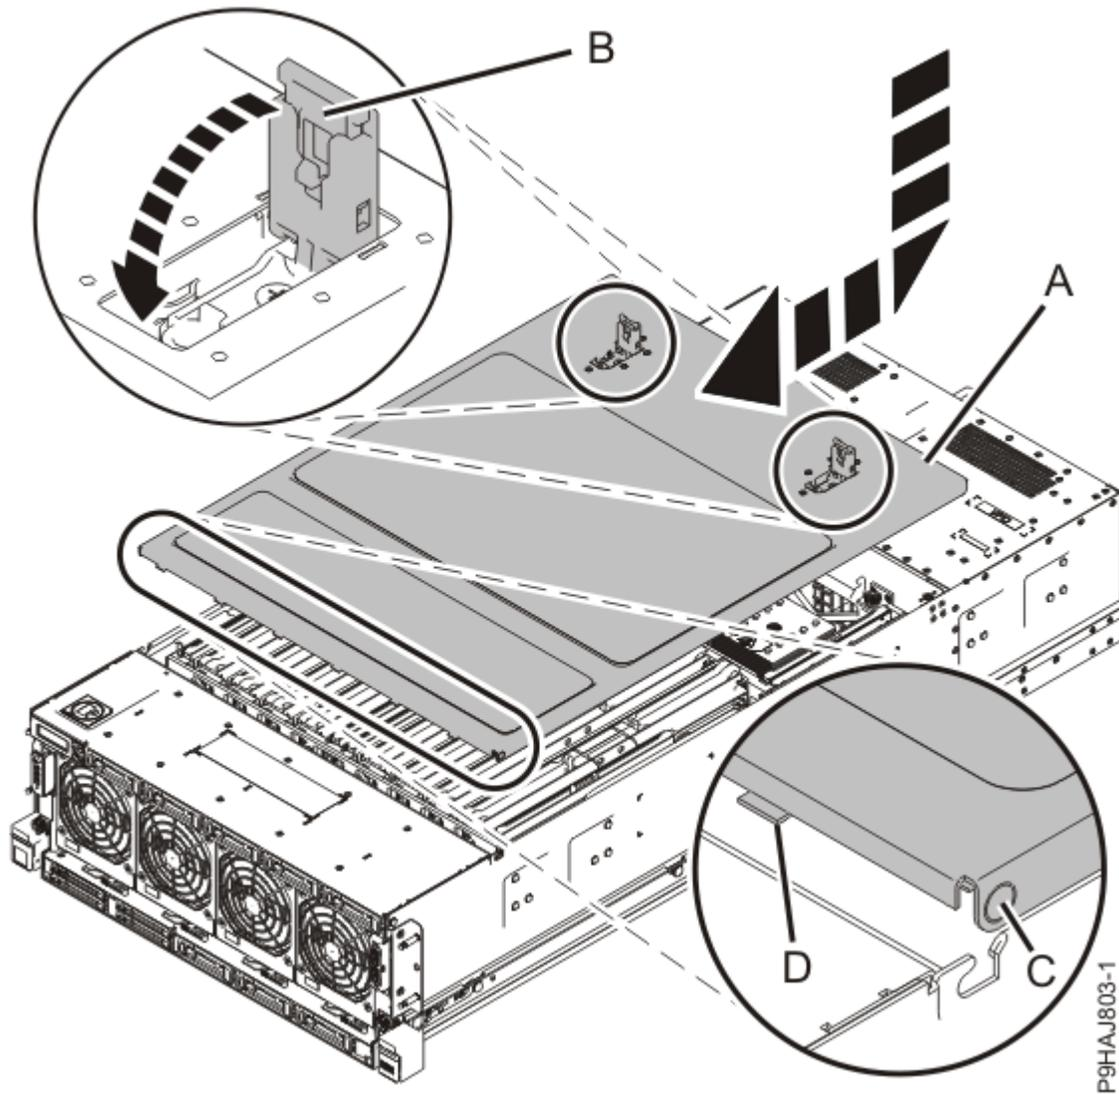

図 22. 保守アクセス・カバーの取り付け
- a) カバー **(A)** をスライドさせてシステム装置にかぶせます (23 ページの図 22 を参照)。
- b) リリース・ラッチ **(B)** を、23 ページの図 22 に示されている方向へ押しつけて閉じます。